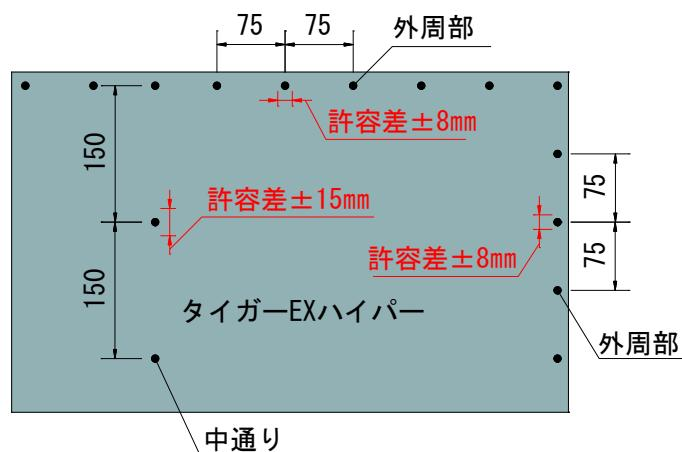

図2 マーキングからのずれの許容差について
- ・くぎ留め間隔は、外周部で 75mm（マーキングからのくぎのずれの許容差： $\pm 8\text{mm}$ ）以下、中通りで 150mm（マーキングからのくぎのずれの許容差： $\pm 15\text{mm}$ ）以下としてください（図2参照）。